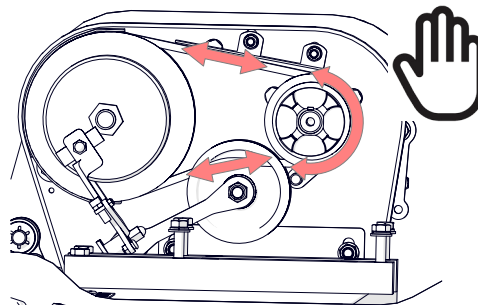

Fig.15H - Vérifier qu'une tension adaptée est appliquée en déplaçant la poulie à la main.
10. Engagez le levier de l'entraînement. Assurez-vous que, quand vous tournez (manuellement) l'arbre de sortie, la courroie se déplace et fait tourner la poulie de l'arbre de transmission (Fig.15H). Pour ce faire, réglez la tension du câble et du bras.